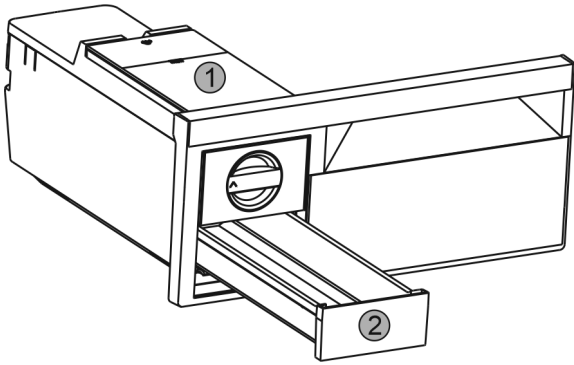

Fig. 37
- ▶ Watertank Fig. 37 (1) en ijsblokjeslade Fig. 37 (2) verwijderen.